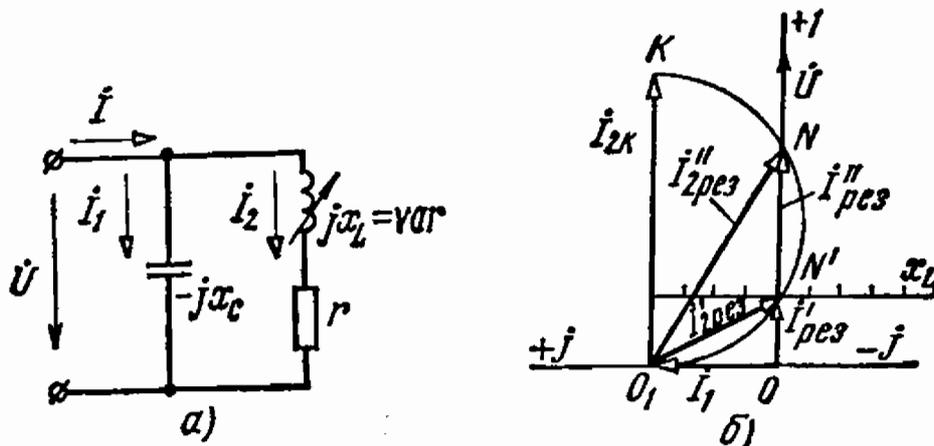

Рис. 4.28
4.28. Построить годографы токов \dot{I}_2 и \dot{I} для цепи схемы рис. 4.28, а, если напряжение $U = 100$ В, сопротивление $x_C = 50$ Ом,
Ответ. Круговая диаграмма приведена на рис. 4.28, б. Рабочая точка конца вектора \dot{I} скользит от точки K (при $x_L = 0$) вправо. При положении N и N' в цепи имеют место два резонанса токов. При $x_L = 10$ Ом суммарный ток цепи определяется отрезком ON ($I_{2рез} = 4,5$ А и $I_{рез} = 4$ А), при большем значении $x_L = 40$ Ом, общий ток определяется отрезком ON' ($I_{2рез} = 2,2$ А и $I_{рез} = 1$ А).